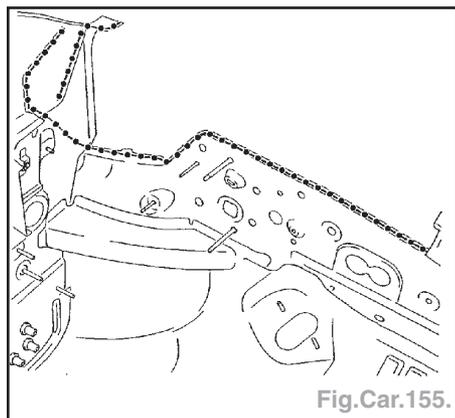

Fig.Car.155.
- Préparation des bords d'accostage et protection par un apprêt soudable (Fig.Car.155).